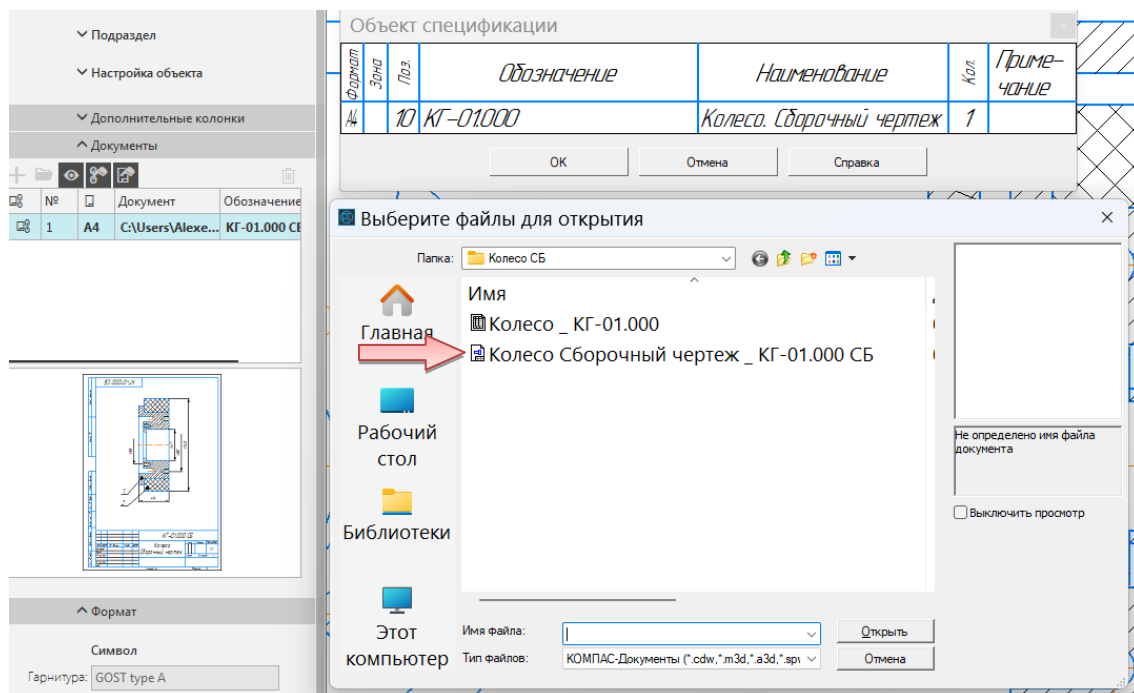

Рис. 4.77. Добавление документа
- Откройте вкладку «Документы» на панели «Параметры» и нажмите кнопку «Добавить документ» (рис. 4.77).